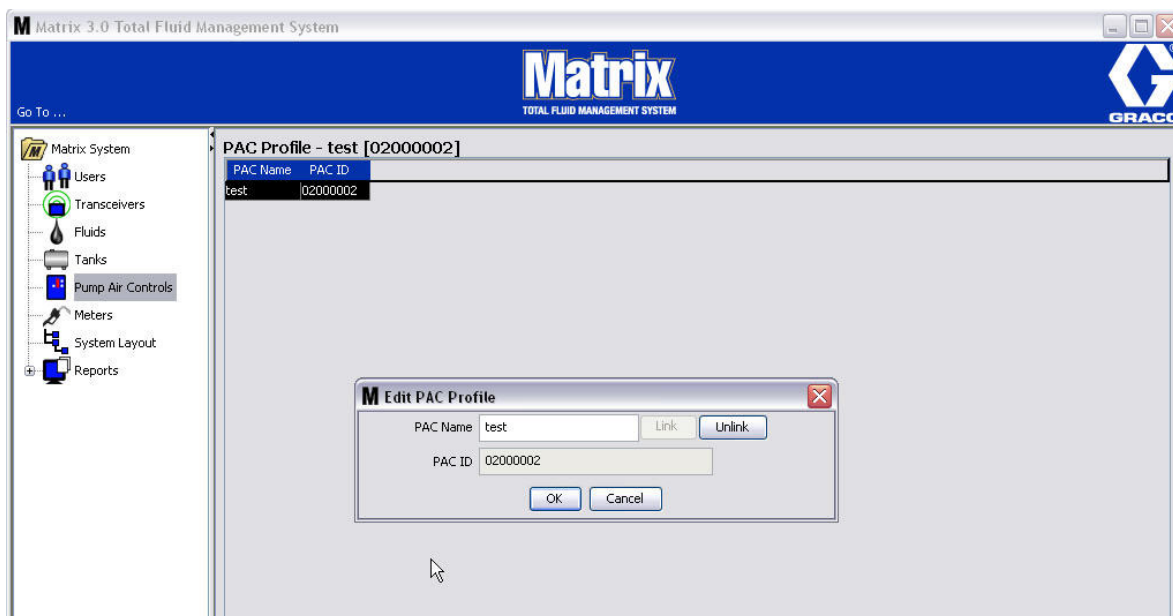

FIG. 84
8. L'écran "Edit PAC Profile" (Modifier le profil de la PAC) illustré dans la FIG. 84 s'affiche. Pour changer le nom de la PAC, saisissez un nouveau nom dans la case "PAC Name" (Nom de la PAC) puis cliquez sur "OK" pour fermer l'écran et enregistrer les modifications.